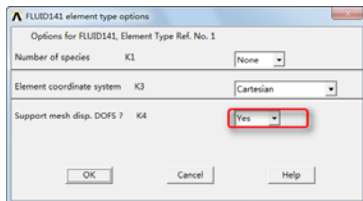

图 9-7 “FLUID141 element type options”对话框
④单击“Element Types”对话框中的“Options”按钮，会弹出“FLUID141 element type options”对话框，如图 9-7 所示，在“Support mesh disp. DOFS? K4”选择列表中选择“Yes”，单击“OK”按钮关闭该对话框。
⑤单击“Close”按钮，关闭“Element Types”对话框。